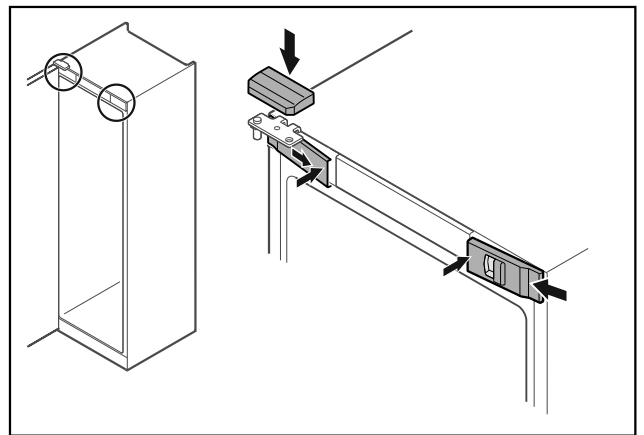

Fig. 46
- ▶ Skyv de fremre dekslene Fig. 46 (1) inn på siden, og smekk dem på plass på innsiden.
- ▶ Smekk det øvre dekselet Fig. 46 (2) på plass ovenfra.